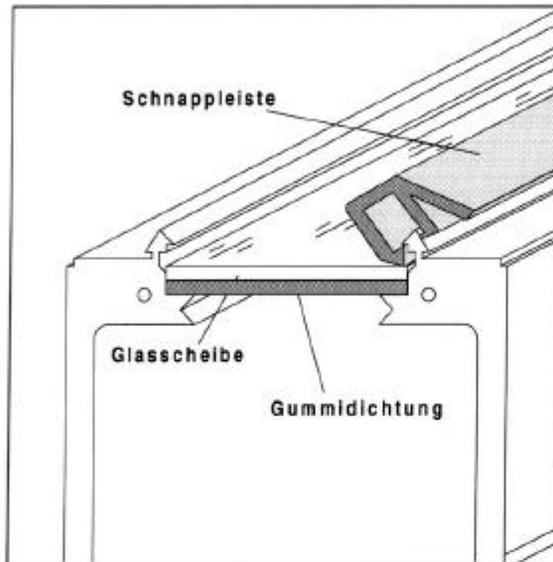

Abbildung 12-2 Schnappleiste an die Gehäuseinnenkante anlegen.
4. Zuerst eine Schnappleiste etwas kippen, an die Glasscheibe anlegen und mit leichtem Druck die Arretierkante der Schnappleiste in die Nut zwischen Scheibe und Gehäuse einsetzen (Abbildung 12-2).